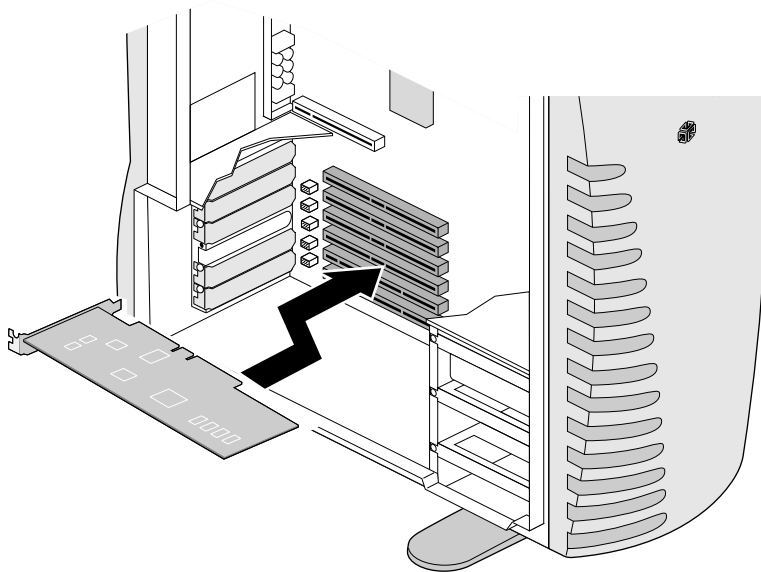

図 5-3 PCI カードの挿入
9. PCI カードを裏返し、コネクタ部分を左側にします (図 5-3)。